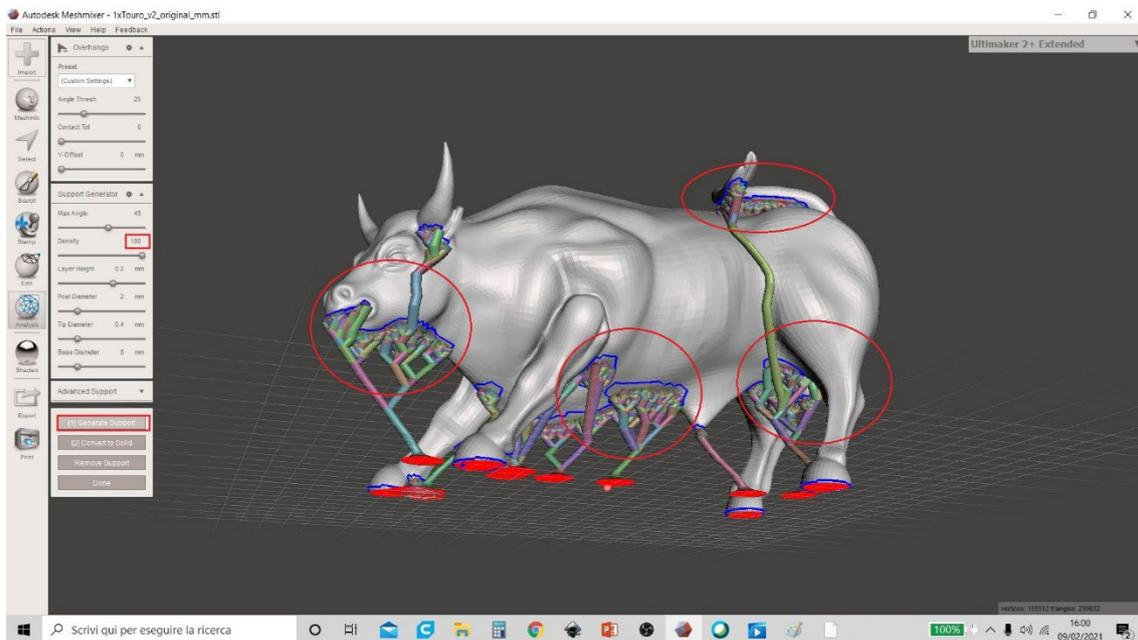

Figura 31 Meshmixer
6. Uno di questi parametri (che influenza maggiormente il tempo di stampa e la quantità di materiale utilizzato) è la densità del materiale di supporto. L'utente può facoltativamente modificare il valore nella voce di menu "Densità" (l'intervallo di valori va da 0 a 100 %) ma il valore ottimale è del 50%. Figura 31 Meshmixer fornisce un'anteprima del valore "Densità" del 100%.